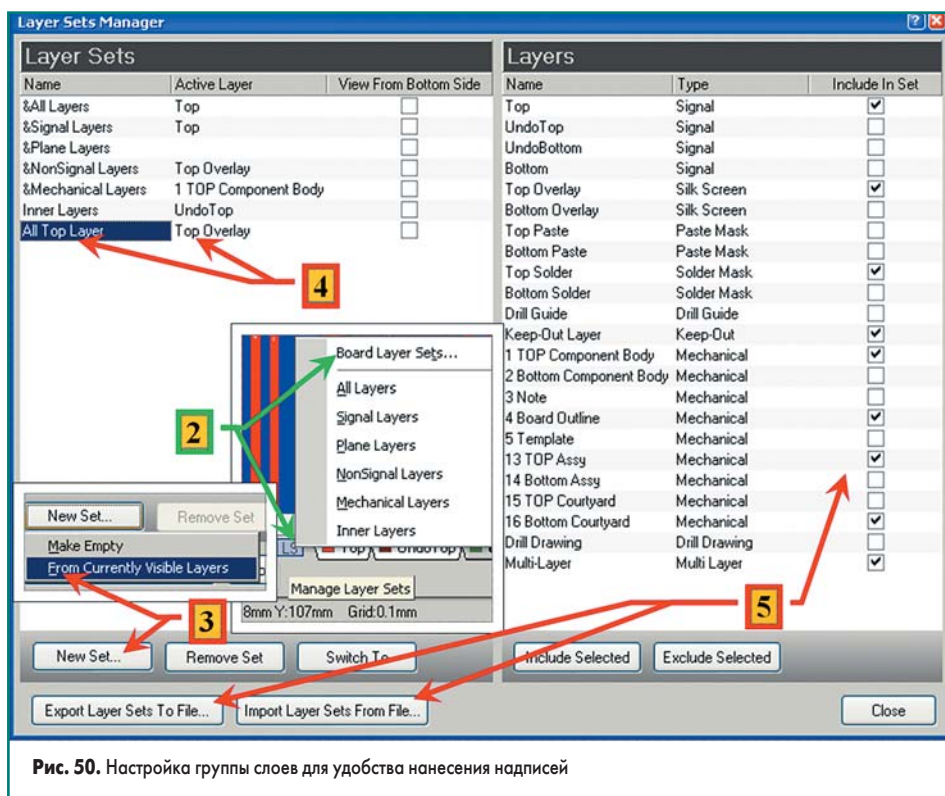

Рис. 50. Настройка группы слоев для удобства нанесения надписей
- Нажав на кнопку **LS (Manager Layer Sets)**, вызываем меню, а командой **Board Layer Set** — непосредственно мастер настройки слоев. Этот пункт не обязателен, однако работа с данными слоями проводится практически во всех проектах, и желательно их однажды настроить и добавить в меню быстрого вызова (рис. 50).